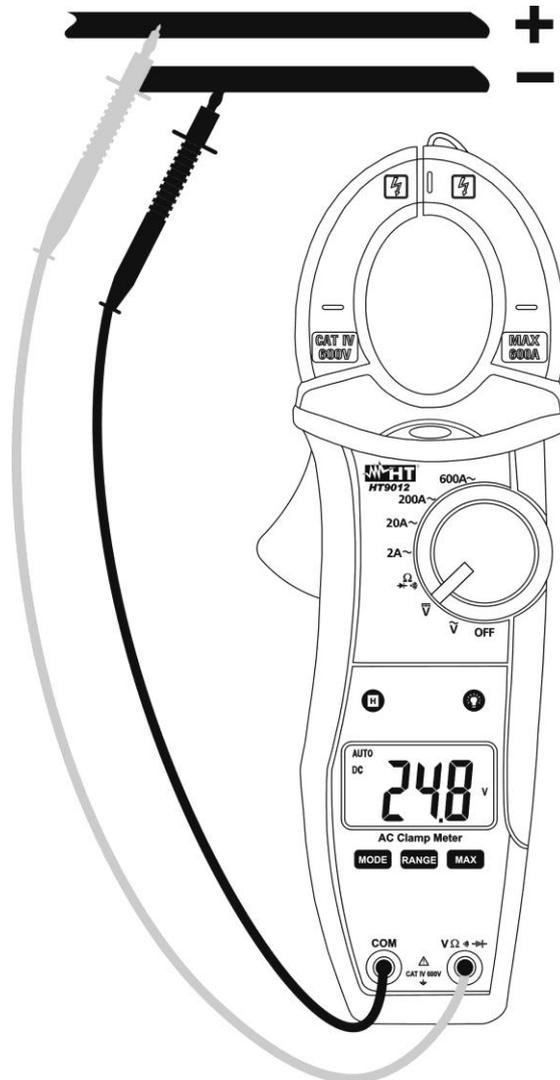

Fig. 3 : Utilisation de la pince pour mesure de tension DC
3. Insérer le câble rouge dans l'entrée du jack $V_{\Omega} \rightarrow \leftarrow$ et le câble noir dans l'entrée du jack **COM** (voir la Fig. 3).
6. L'affichage du symbole « - » sur l'écran de l'instrument indique que la tension a une direction opposée par rapport à la connexion de la Fig. 3.